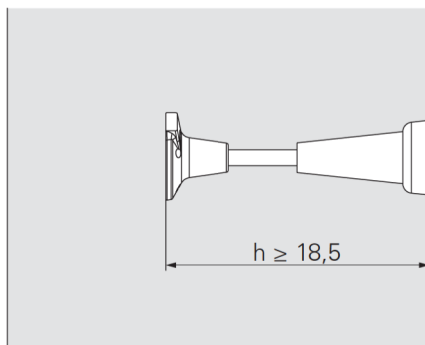

Fig. A2.08
- Profondità di ancoraggio h = variabile, comunque minimo 18,5 cm. (Fig. A2.08)